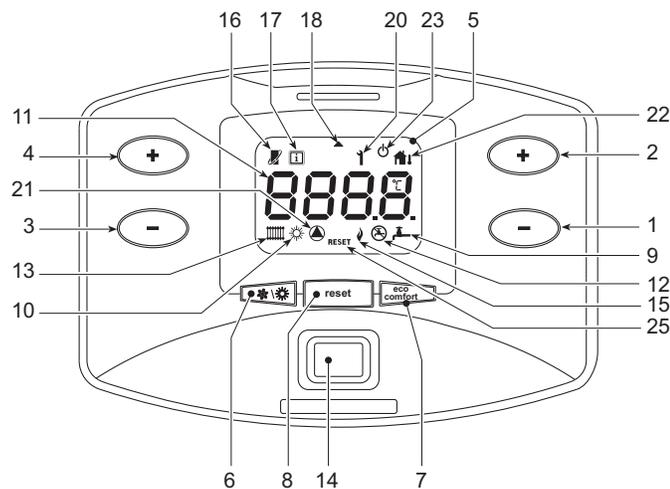
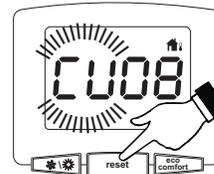
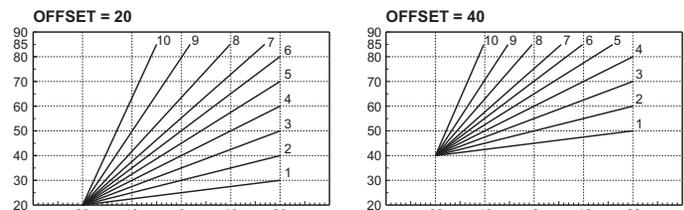

fig. 1 - Panneau de contrôle
fig. 10 - Courbe de compensation
fig. 13 - Exemple de déplacement parallèle des courbes de compensation
La demande de chauffage (venant du thermostat d'ambiance ou de la chronocommande à distance ou du signal 0-10 Vdc) est indiquée par l'activation du circulateur et du radiateur (rep. 13 et 21 - fig. 1).
L'afficheur (11 - fig. 1) visualise la température actuelle du refoulement de chauffage et pendant le temps d'attente l'indication "d".
La demande de chauffage du ballon est indiquée par l'allumage du circulateur et du robinet (rep. 9 et 21 - fig. 1). L'afficheur (11 - fig. 1) visualise la température du capteur du ballon et pendant le temps d'attente chauffage l'indication "d".
L'utilisateur peut exclure le chauffage/maintien de la température dans le ballon. En cas d'exclusion, l'eau chaude sanitaire ne sera pas disponible. Le ballon peut être désactivé par l'utilisateur (mode ECO) en appuyant sur la touche **eco/comfort** (rep. 7 - fig. 1). En mode ECO, l'afficheur active le symbole (E) (rep. 12 - fig. 1). Pour activer le mode COMFORT, réappuyer sur la touche **eco/comfort** (rep. 7 - fig. 1).
Appuyer sur la touche de Marche/Arrêt (rep. 14 - fig. 1).
Appuyer 5 secondes sur la touche **eco/comfort** (rep. 7 - fig. 1).
Pour rallumer la chaudière, réappuyer 5 secondes sur la touche **eco/comfort** (rep. 7 fig. 1).
Pour couper complètement l'alimentation électrique de l'appareil appuyer la touche (14- fig. 1).
Appuyer 1 seconde sur la touche (rep. 6 - fig. 1).
L'afficheur montre le symbole Été (rep. 10 - fig. 1). La fonction chauffage est désactivée, et la production éventuelle d'eau sanitaire (avec ballon externe optionnel) est activée. Le système antigel reste actif.
Pour désactiver le mode Été, réappuyer 1 seconde sur la touche (rep. 6 - fig. 1).
Appuyer sur les touches chauffage +/- (rep. 3 et 4 - fig. 1) pour régler la température entre 20°C (minimum) et 80°C (maximum).
Pour régler la température entre 10 °C (minimum) et 65 °C (maximum), agir sur les touches eau chaude sanitaire (rep. 1 et 2 - fig. 1).
Lorsqu'une sonde extérieure (option) est installée, l'afficheur du tableau des commandes (rep. 5 - fig. 1) montre le symbole (rep. 22 - fig. 1). Le système de régulation de la chaudière travaille en mode "température évolutive". Dans ce mode, la température de l'installation chauffage est régulée en fonction des conditions climatiques extérieures de manière à garantir un confort élevé et une économie d'énergie pendant toute l'année. En particulier, lorsque la température extérieure augmente, la température de départ installation diminue selon une courbe donnée "de compensation".
Avec le réglage évolutif, la température programmée à l'aide des touches chauffage (rep. 3 et 4 - fig. 1) devient la température maximum de départ installation. Il est conseillé de régler la valeur maximale pour permettre au système de réguler la température sur toute la plage utile de fonctionnement.
Appuyer 5 secondes sur la touche **reset** (rep. 8 - fig. 1) pour afficher la courbe de compensation (fig. 10). Il est possible de la modifier à l'aide des **touches eau chaude sanitaire** (rep. 1 et 2 - fig. 1).
Appuyer sur les touches **chauffage** (rep. 3 et 4 - fig. 1) pour passer au déplacement parallèle des courbes (fig. 13), qui peut être modifié à l'aide des **touches eau chaude sanitaire** (rep. 1 et 2 - fig. 1).
Réappuyer 5 secondes sur la touche **reset** (rep. 8 - fig. 1) pour quitter le mode de réglage des courbes parallèles.
Sélection mode Economy / Confort (avec ballon optionnel installé)	En désactivant l'eau chaude sanitaire à partir du menu de la chronocommande à distance, la chaudière se place en mode Economy. Dans cette condition, la touche rep. 7 - fig. 1 sur le panneau de la chaudière est désactivée. En activant l'eau chaude sanitaire à partir du menu de la chronocommande à distance, la chaudière sélectionne le mode Confort. Dans cette condition, il est possible de sélectionner un des deux modes à l'aide de la touche rep. 7 - fig. 1 du panneau de la chaudière.